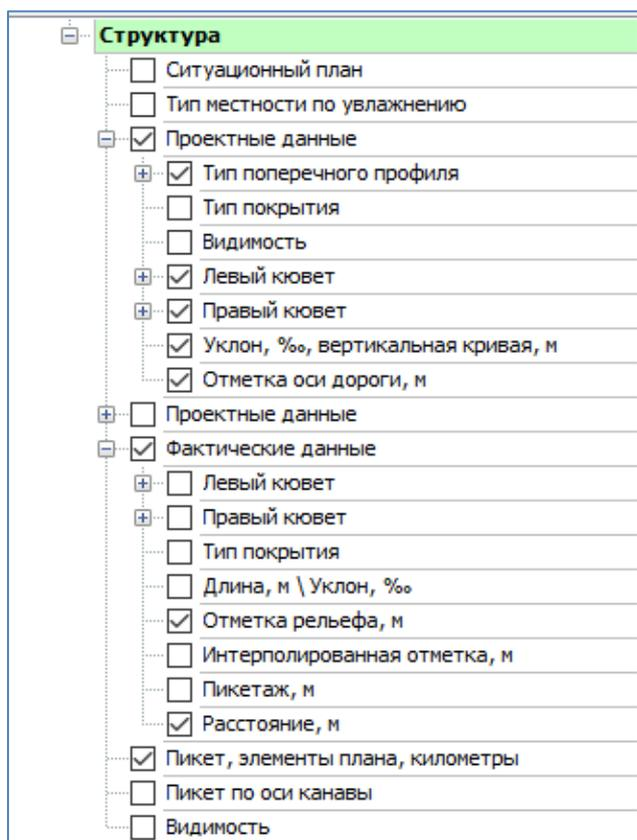

Рисунок 7.5 – Элементы таблицы продольного профиля
7.4.5 Таблица продольного профиля. Её заполняют в соответствии с рис. 7.5.